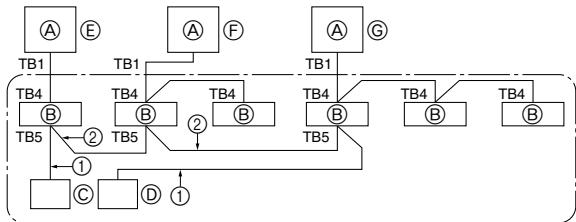

Fig. 8-1
8. Systemkontroll (Fig. 8-1)
⑤ SW 1 - 3 ~ 6	ON